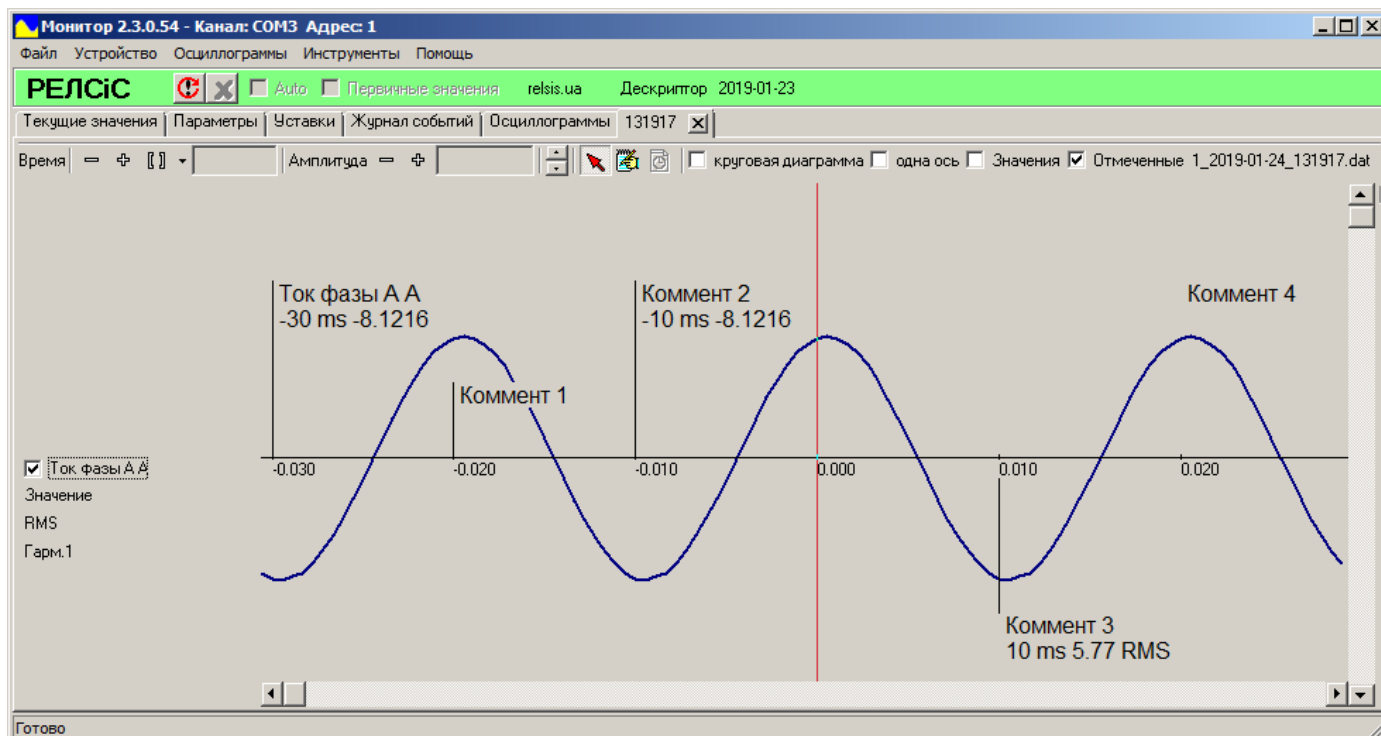

Рисунок 64 – Примеры комментариев
- значение мгновенной амплитуды в конкретное время (рисунок 64 (Коммент 2));
- значение действующей амплитуды в конкретное время (рисунок 64 (Коммент 3));
- текст без значения, но с привязкой к оси (рисунок 64 (Коммент 1));
- текст без значения и без привязки (рисунок 64 (Коммент 4)).